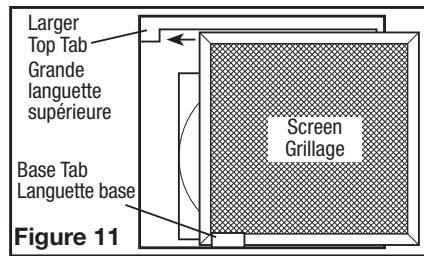

Figure 11
1. If the screen is not in place, insert the screen into the tab at the base of the unit (make sure the wider side of the screen is running side to side inside the unit) (**Figure 11**).
2. Slide the screen to the side with the larger top tab making sure the screen fits behind the tab (**Figure 11**).
1. Si le grillage n'est pas en place, insérez le grillage dans la languette située à la base de l'unité (assurez-vous que le côté le plus large du grillage est latéral à l'intérieur de l'unité) (**Figure 11**).
2. Faites glisser le grillage sur le côté avec la plus grande languette supérieure en vous assurant que le grillage s'adapte derrière la languette (**Figure 11**).